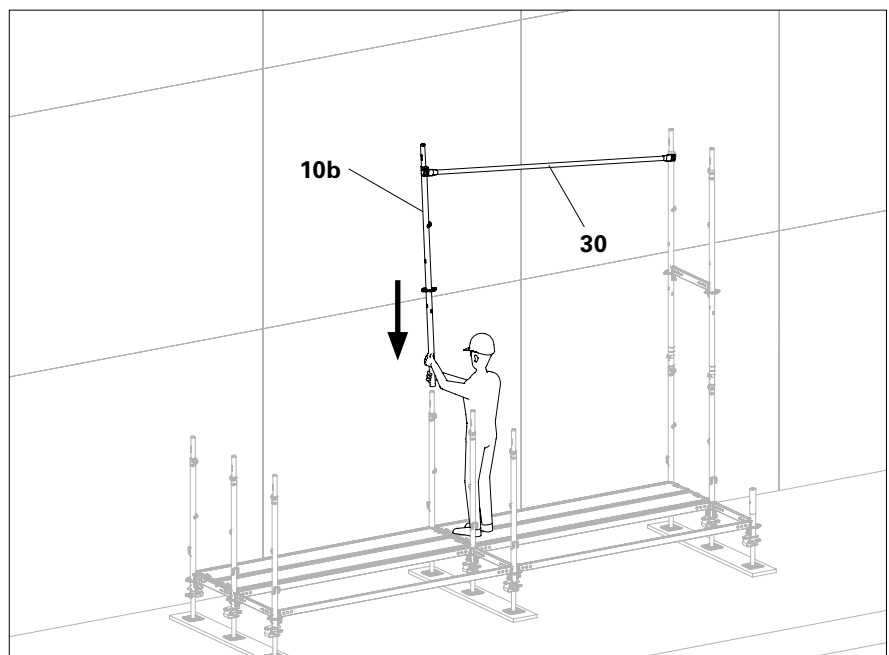

Abb. A3.03
3. Easy Stiel EVM 200 (**10b**) auf Basislage stecken. (Abb. A3.03)